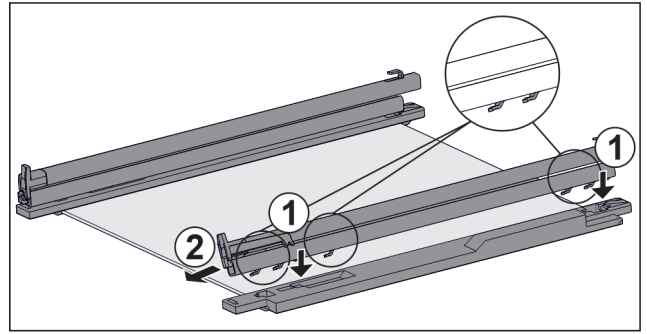

Fig. 100 Glassplate med skinner og holdedeler
- ▶ Sett kroken til skinnene på åpningen til **venstre** holdedel. Fig. 100 (1)
- ▶ Trekk skinne fremover. Fig. 100 (2)
- ▶ Sett kroken til skinnene på åpningen til **høyre** holdedel. Fig. 100 (1)